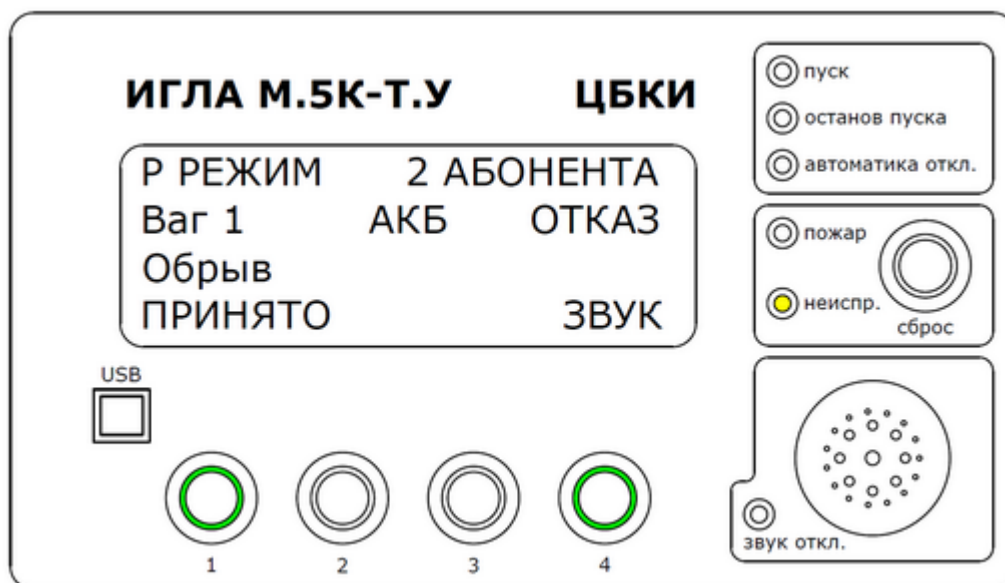

Рис. 28 – Состояние «Обрыв ШПС»
- Обрыв в линии связи ШПС (рис. 28)